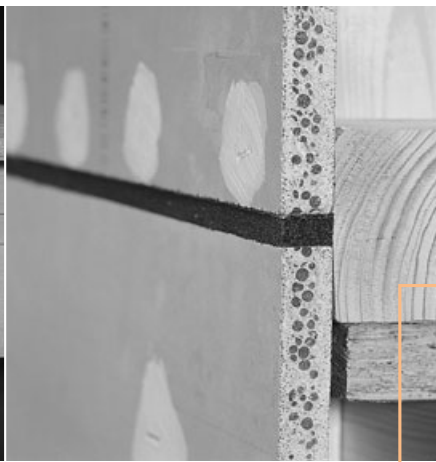

Bild 4.13:
- Zur Sicherstellung des vorübergehenden Wetterschutzes ist diese Fuge mit einem vorkomprierten Dichtungsband zu schließen (siehe Bild 4.13).